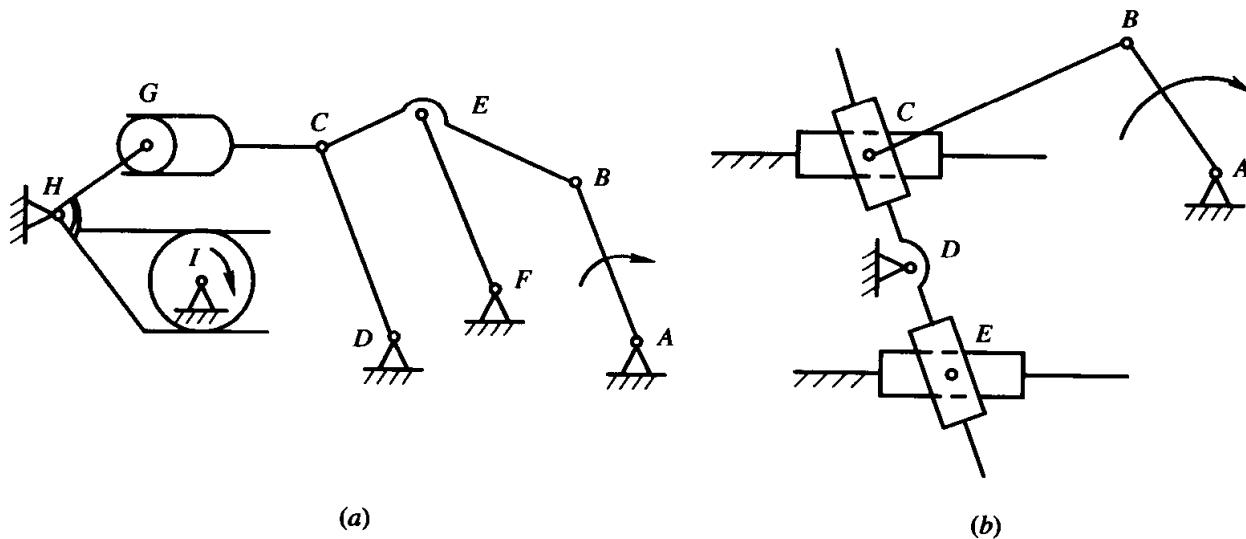

图 1.1
**1.3** (8分)计算图1.1所示机构的自由度，并判定机构是否具有确定的运动。